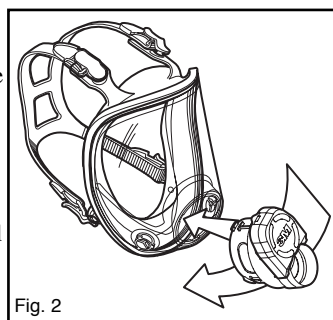

Fig. 2
2. Deslize o adaptador pelo orifício do visor. (Fig. 2)
4. Reinstale o adaptador central no visor da peça facial. (Fig. 2)